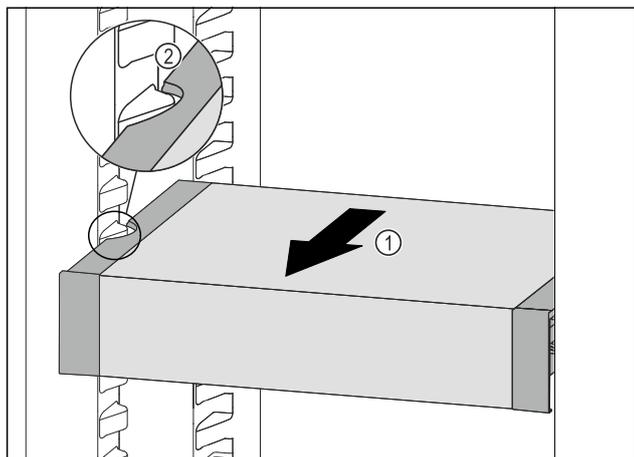

Fig. 65
- Tirare VarioSafe in avanti Fig. 65 (1) fino a quando le cavità laterali di VarioSafe non si trovano al livello della nervatura del contenitore nel vano frigorifero. Fig. 65 (2)